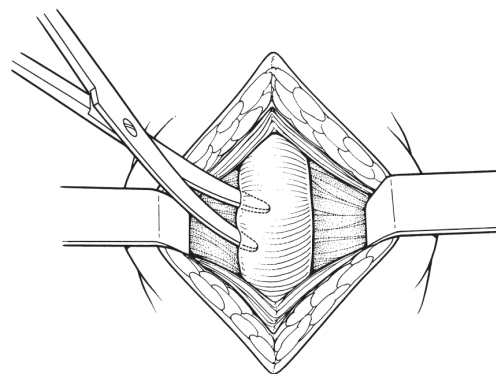

Figura 4-6. Disección del músculo bulbocavernoso
2. Practique una incisión perineal en la línea media y, con una disección roma, corte el músculo bulbocavernoso en torno a la uretra bulbar. (**Figura 4-6**)